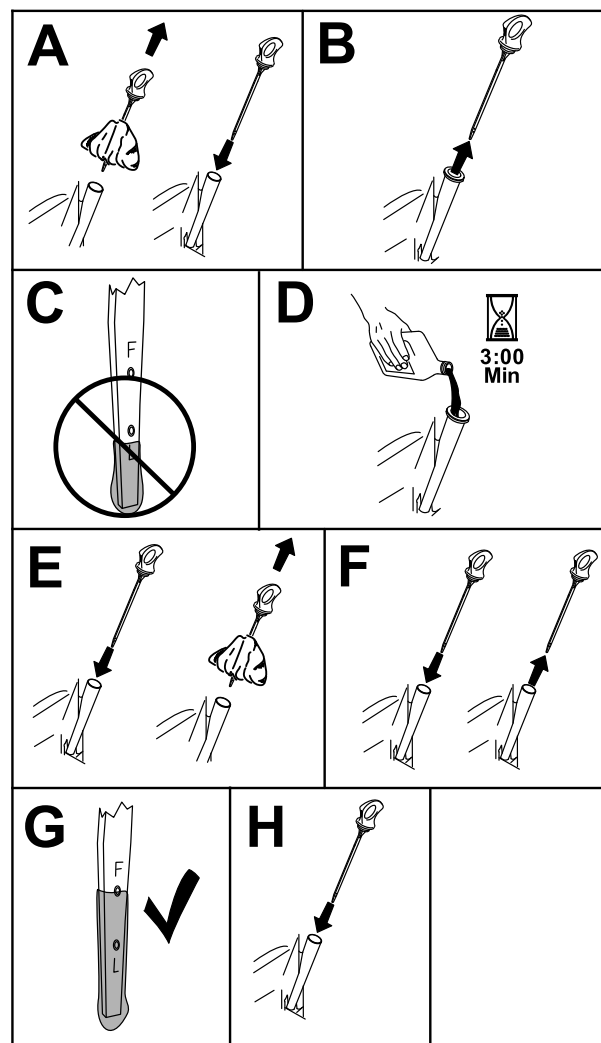

Figura 41
3. Per tenere lo sporco, gli sfalci d'erba, ecc, lontani dal motore, pulite l'area attorno al tappo del serbatoio dell'olio e all'asta di livello prima di rimuoverlo (Figura 41).